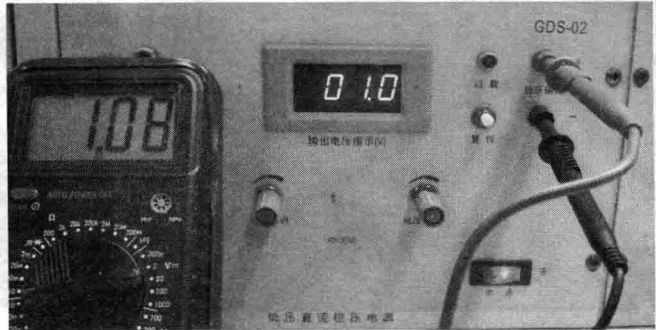

图 1-12 测量电压时红表笔在高电位
2) 以测量直流电源输出电压为例, 红色表笔应接在高电位一端 (电源正极), 黑色表笔应接在低电位一端 (电源负极), 此时万用表显示电源输出电压。如图 1-12 所示, 直流电源输出电压为 1.08V。